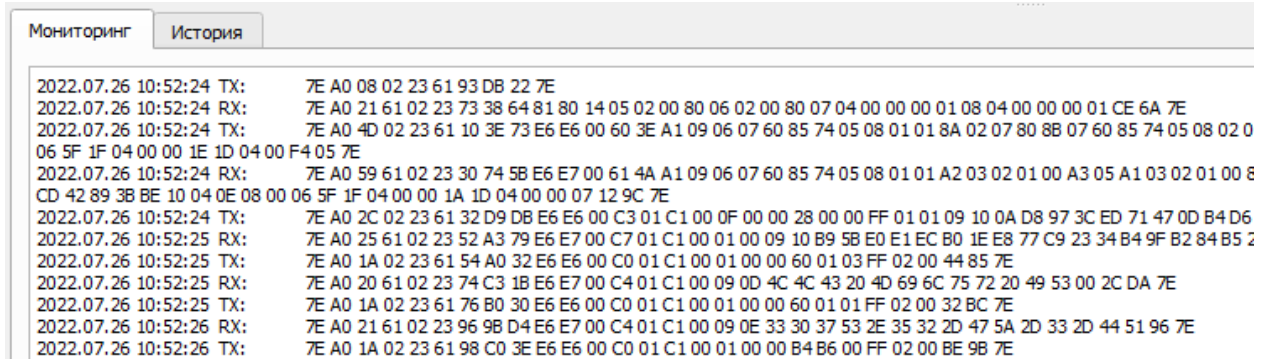

Рисунок 17
На вкладке «Мониторинг» с временной меткой отображаются отправленные (TX) и полученные (RX) пакеты данных между конфигуратором и счетчиком (рисунок 17) в шестнадцатеричной системе счисления.